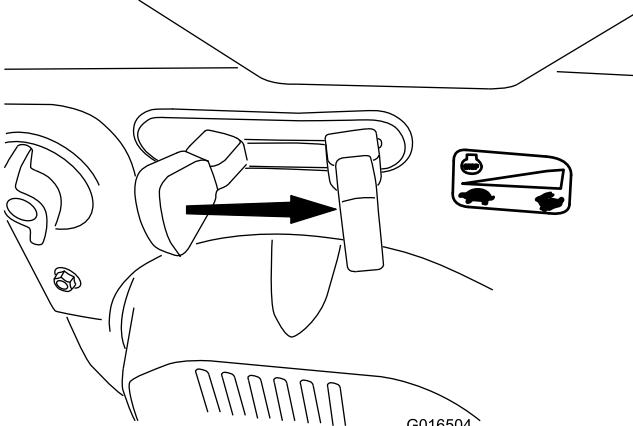

Bild 30
6. Stellen Sie den Gasbedienungshebel auf Schnell (Bild 30).